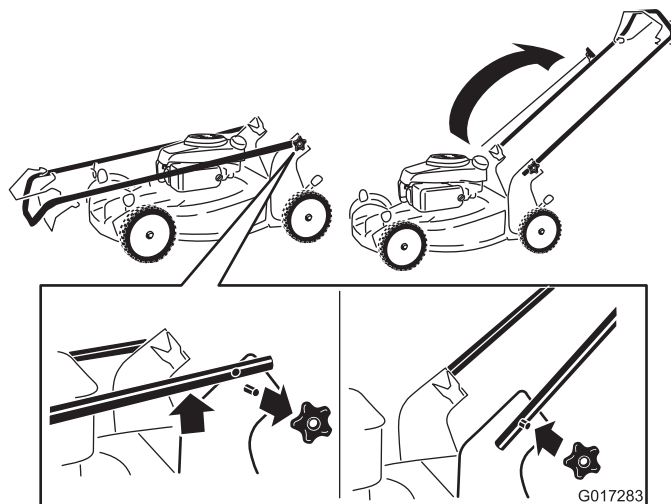

Figure 3
1. Retirez les boutons du guidon sur le carter de la machine (Figure 3).
3. Montez et serrez les boutons du guidon que vous avez retirés à l'opération 1 (Figure 3).